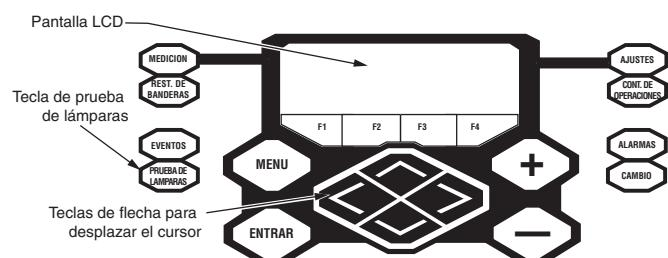

Figura 35.
1. Verifique el estado funcional de todas las luces indicadoras manteniendo pulsada la tecla PRUEBA DE LÁMPARAS por dos segundos en el tablero de programación (Figura 35).
Nota: Avance por los mensajes en la pantalla LCD oprimiendo las teclas de flecha \leftarrow y \rightarrow para desplazar el cursor, ubicadas debajo de la pantalla LCD en el tablero de programación (Figura 35).